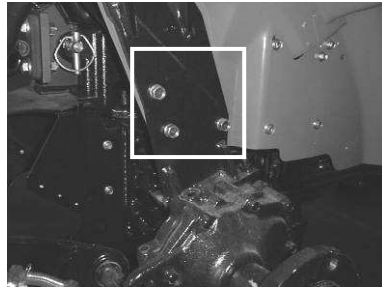

Bild 36: seitliche Schrauben rechts
7. Befestigen Sie mit den zwei äußeren Schrauben (siehe Bild 36)